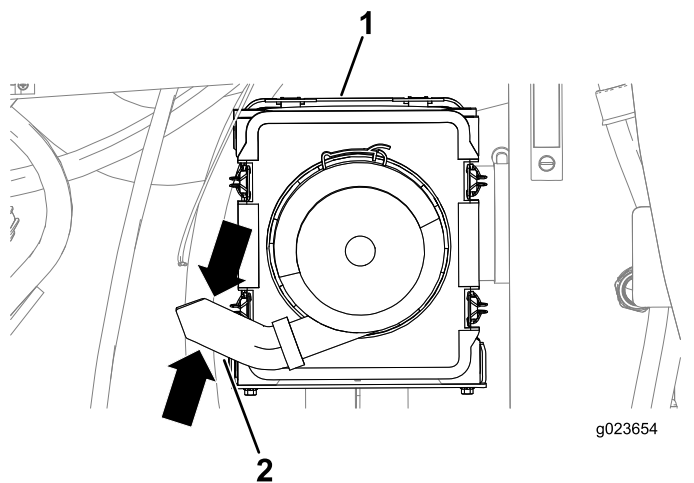

Figure 87
3. Serrez les côtés de la valve sur le couvercle du filtre à air pour évacuer l'eau, la poussière ou les saletés éventuellement accumulés sur la valve (Figure 87).